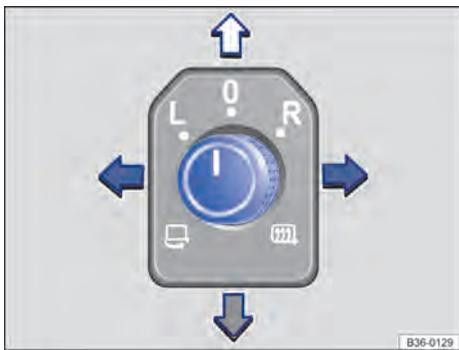

Fig. 108 Na porta do condutor: botão rotativo dos espelhos retrovisores externos.
- Girar o botão rotativo na porta do condutor para o símbolo → Fig. 108 desejado.